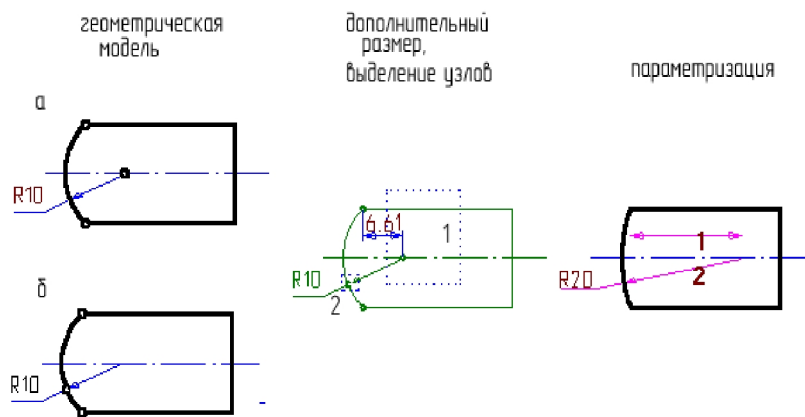

Рис.1.7. Параметризация дуги с закрепленными концами
Изображение дуги задается тремя узлами. Возможны два варианта: узел, определяющий радиус дуги, центр и узел, определяющий угловой размер дуги (против часовой стрелки) – рис. 1.7а; три узла на дуге – рис. 1.7б.
2. Проставить радиальный размер на дуге, используя команду простановки линейного размера (рис.1.5). Самостоятельно провести параметризацию дуги согласно рис.1.7, 1.8.